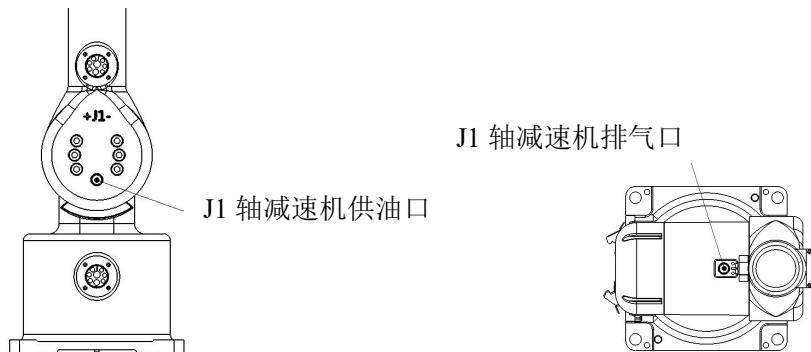

图 4-1 机器人注油口和排气口分布图
- 3) 拆下润滑脂供、排油口的内六角螺塞 M10x1，见图 4-1